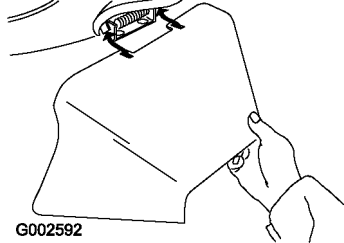

Рисунок 32
3. Установите лоток разгрузки с боковой стороны и закройте дверь (Рисунок 32).